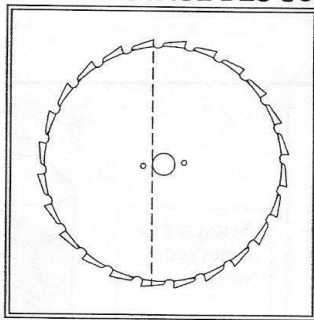

FIGURE 70
- Pour obtenir le bon alignement, tracer une ligne à partir de la face d'une dent tangente au trou de la scie (Fig. 70).